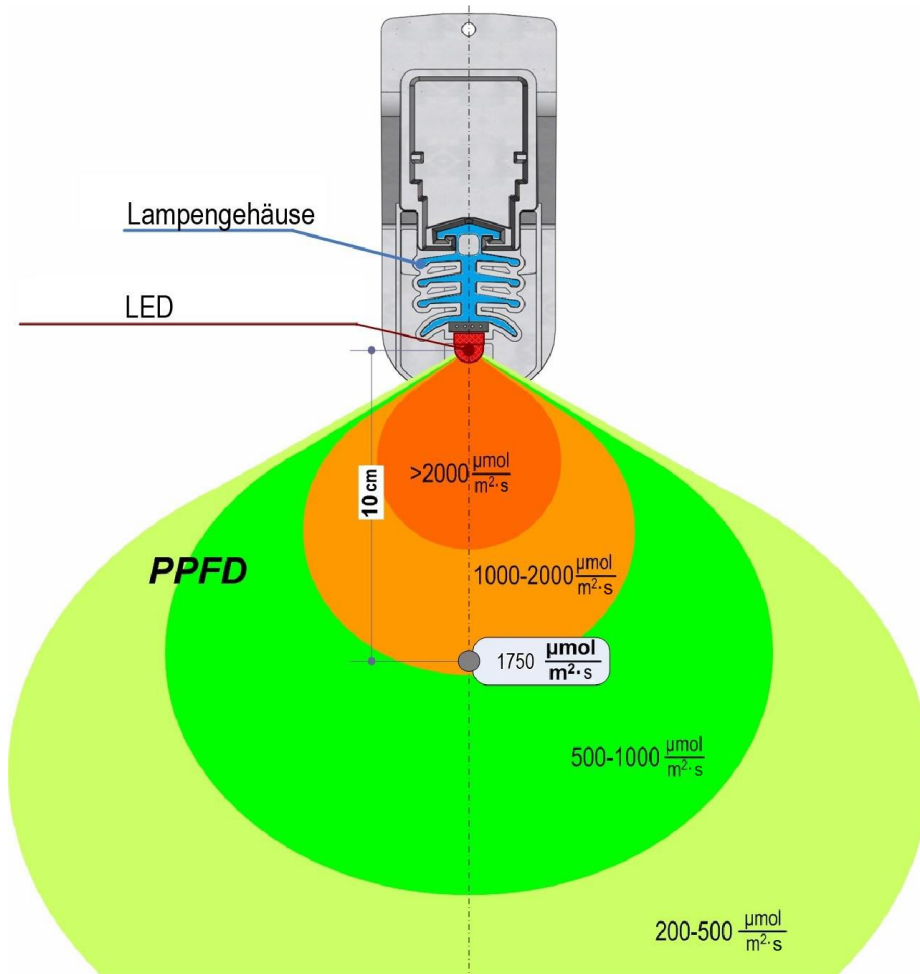

Abbildung 3. Durchschnittliche Dichte des photosynthetischen Photonenerflusses, PPFD, $\mu\text{mol}/\text{m}^2/\text{s}$
3.3. Die Konstruktion der Lampe **BestLED-II 100 W** besteht aus einem Aluminiumprofilgehäuse, auf dessen Unterseite die Leuchtdioden angebracht sind. Diese Leuchtdioden können Licht in einem bestimmten Spektrum emittieren. (s. Abb. 3).